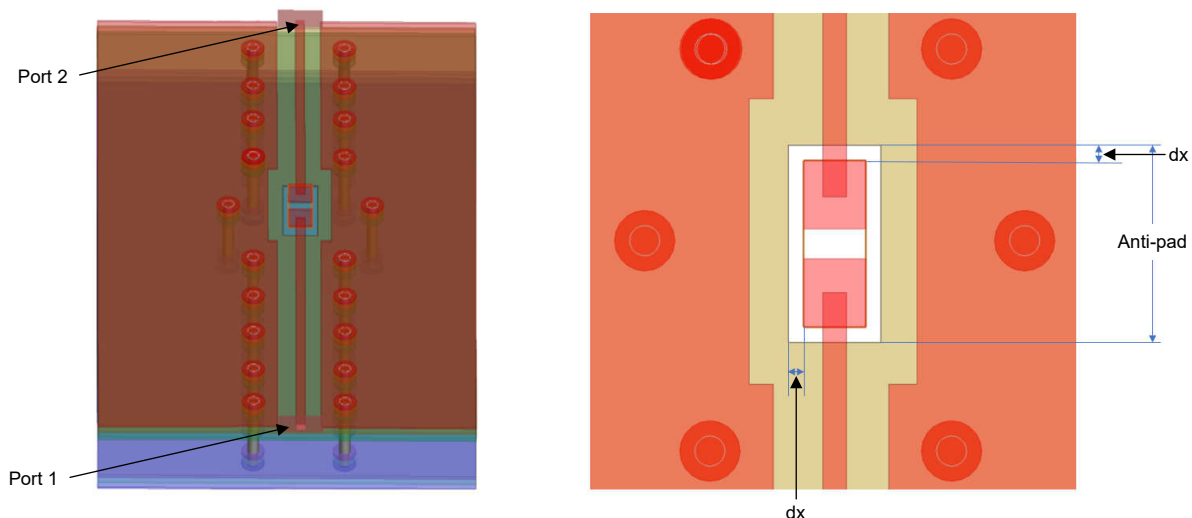

図 3-2. ランディングパッドおよびアンチパッドのシミュレーションモデル
- 図 3-2: ランディングパッドとアンチパッド構造のシミュレーションモデル。